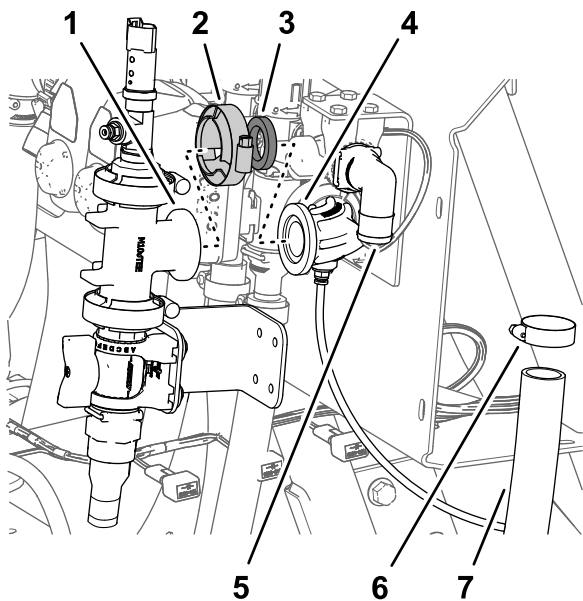

图 44
1. 使用垫片和法兰夹具松松地安装 T 形接头和 90 度接头图 44